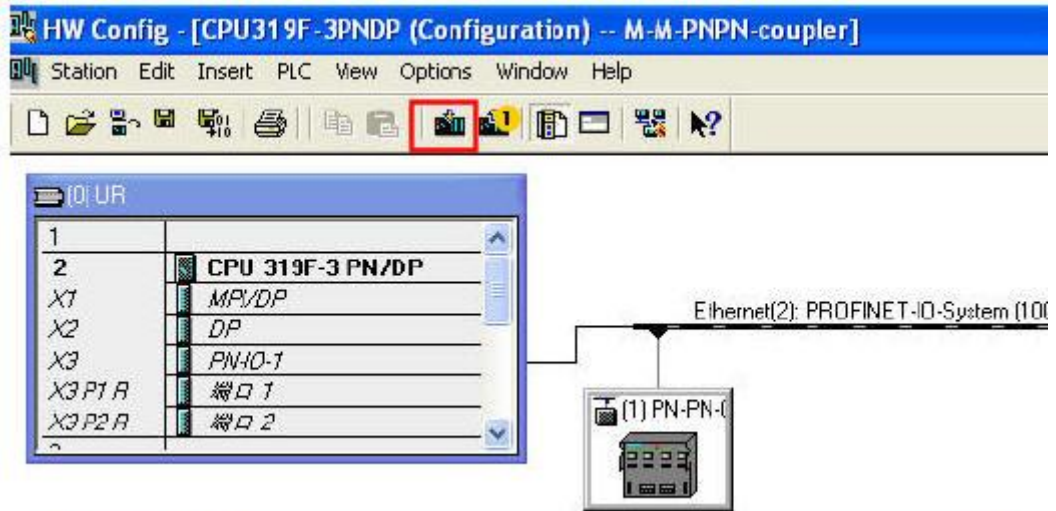

图 2-14 下载
- 14)** 在将编译没有错误的程序，下载到 PLC，如图 2-14。**CPU319F** 组态过程与 **CPU315F** 安全相同，仅在 **PN/PN Coupler** 的对应关系处有一定区别。组态 **CPU319F**，并编译下载。